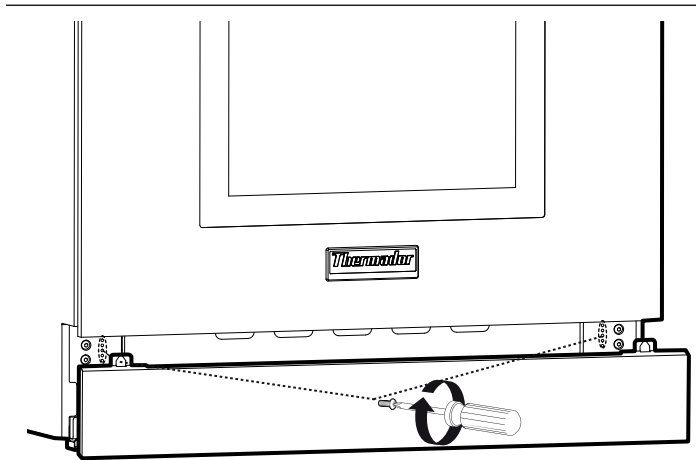

Figure 27 : Ajustement du panneau de seuil (plinthe)
1. Remplacez le panneau à l'une des cinq positions de trou de vis, comme illustré sur la *Figure 27*. Réinstallez les vis Torx.